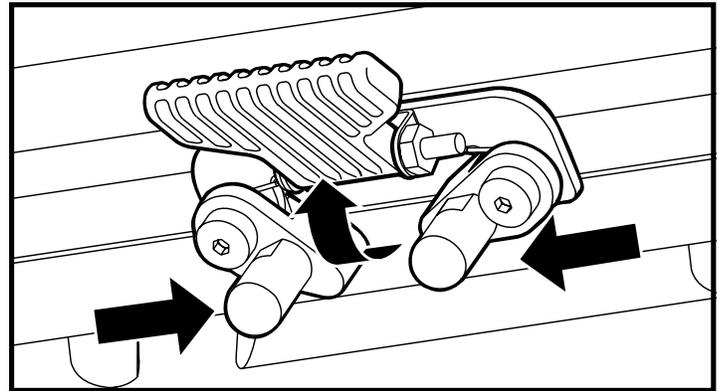

Figure 15. Loquet de sécurité du siège (Ouvert)
3. Relevez le loquet de sécurité du siège. Voir la figure 15.